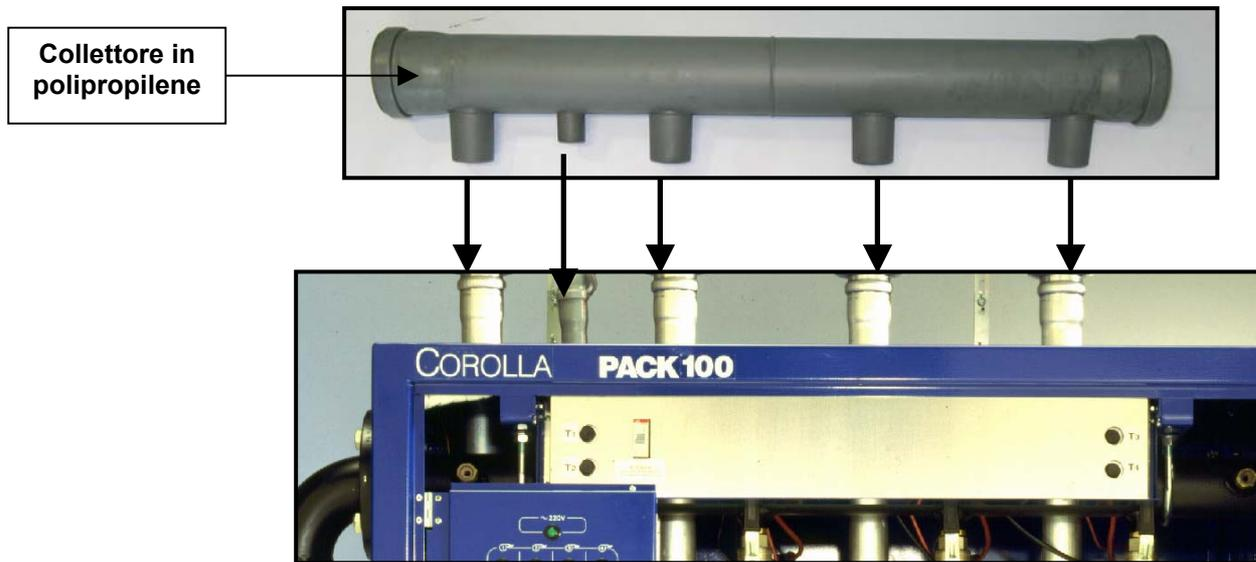

Fig.2
- 2) Inserire il nuovo collettore in polipropilene al posto del vecchio collettore in alluminio inserendo i 4 o 3 terminali maschi  $\varnothing 50$  all'interno dei tubi espulsione fumi bicchierati  $\varnothing 50$  degli scambiatori vedi fig.2;